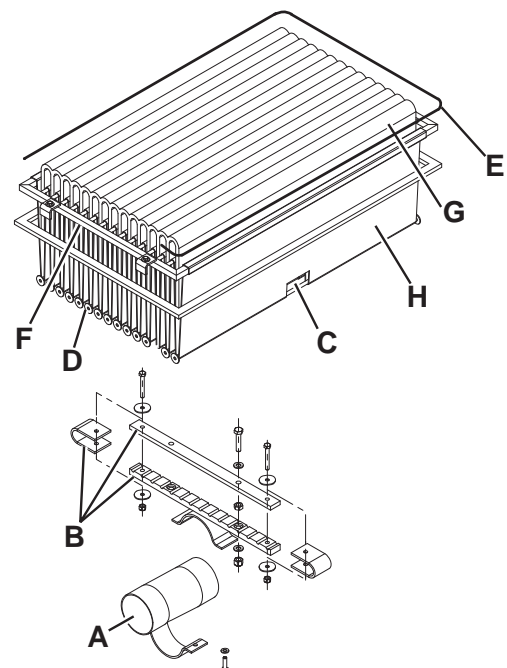

Abbildung 18
9. Filtrerrüttlermotor (A, Abb. 18) durch Herausdrehen der beiden Befestigungsschrauben abnehmen.
10. Halterungseinheit des Filtrerrüttlermotors (B, Abb. 18) vollständig öffnen. Die Spannstangen (C) der Filtertaschen werden gelöst.
11. Alle Spannstangen der Filtertaschen (D, Abb. 18) entfernen.
12. Zur Entfernung des oberen Rahmens (F, Abb. 18) obere Befestigungsschnur (E) lösen.
13. Abstandshalter (G, Abb. 18) der Filtertaschen abnehmen.
14. Die Polyesterfaserfläche (H, Abb. 18) auf der schmutzigen Seite (mit einem Sauggerät) reinigen. Filter dabei ganz ausbreiten oder jede Tasche einzeln reinigen. Gleichzeitig beide Seiten des Taschenabstandshalters (G, Abb. 18) absaugen und alle eventuell vorhandenen Ablagerungen entfernen. Filteroberfläche auf Risse überprüfen und gegebenenfalls auswechseln. Zur Reinigung kann auch ein Druckluftstrahl (maximal 6 bar) verwendet werden: Druckluftstrahl auf die saubere Seite (in Richtung zur schmutzigen Seite) richten.